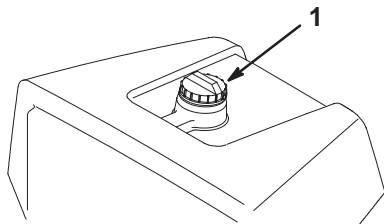

Bild 16
1. Reinigen Sie die Bereiche um den Tankdeckel herum und nehmen Sie den Deckel ab (Bild 16). Füllen Sie soviel bleifreies Benzin in den Tank, bis der Füllstand 25 mm unter der Unterseite des Einfüllstutzens steht. Dieser Platz im Tank ermöglicht es dem Benzin sich auszudehnen. Füllen Sie den Kraftstofftank nicht ganz auf.